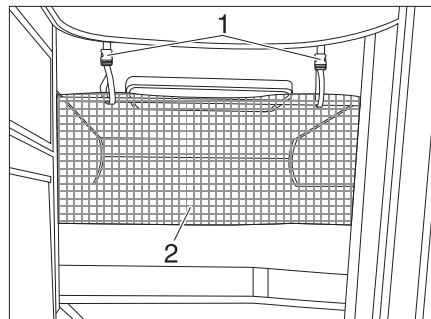

Bild 136 Sicherungsnetz
Das Sicherungsnetz (Bild 136,2) ist serienmäßig zwischen Matratze und Lattenrost verstaut. Das Sicherungsnetz erst aufspannen, wenn sich die Person bereits im Bett befindet.
- Die Haltebänder (Bild 136,1) in die Halterungen an der Decke einrasten.